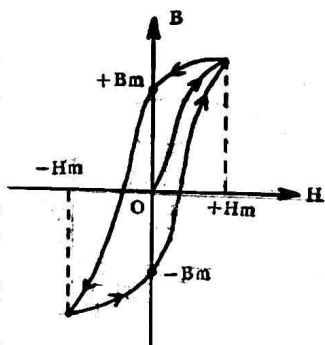

图12 磁滞回线
(2) 磁予调结构：磁予调结构是岛津X线机的特点之一，因为高压变压器铁蕊在交流电流作用下反复地磁化和去磁，这样就有磁滞损失，这就是铁蕊特有的磁滞回线（见图12），磁滞回线所包含的面积越大，能量损耗也越大， H 为磁场强度， B 为磁感应强度，我们总是希望 B_m （剩磁）尽可能的减小，一般有两种办法可以减小 B_m ；